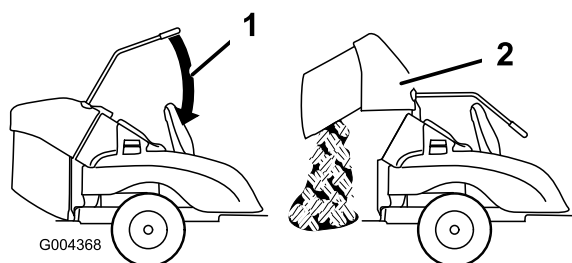

Figure 16
3. Élevez le bac de ramassage en allongeant le levier DFS puis en l'abaissant (Figure 16).